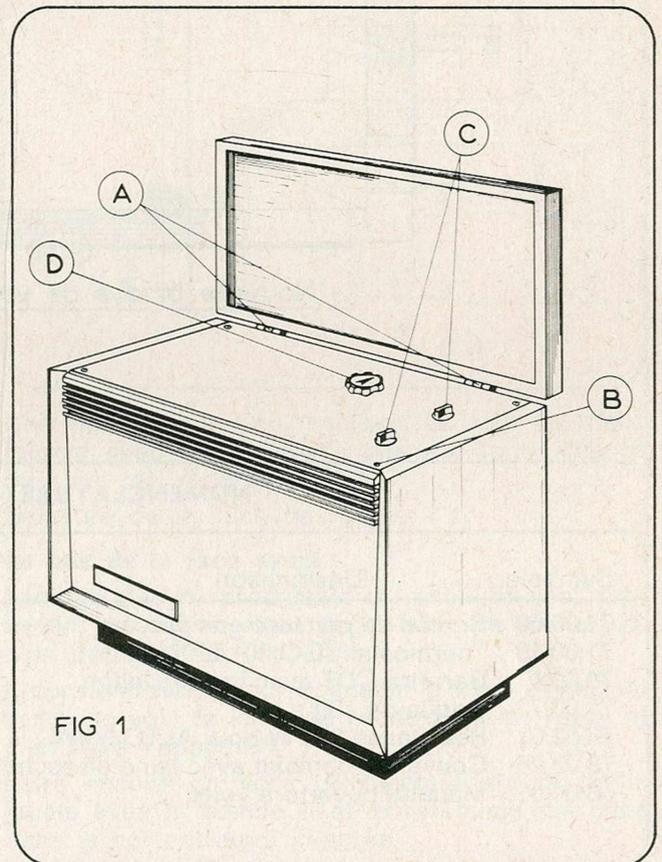

FIG 1
- Tirer le couvercle vers soi pour décrocher les charnières débroschables (fig. 1 - rep. A).
- Démontez les 2 manettes de commande du commutateur de charge et du thermostat (fig. 1 - rep. C).
- Démontez la molette d'ouverture de volet en la tirant vers le haut (fig. 1 - rep. D).
- Enlever le dessus de l'appareil (rep. 1 - fig. 1) en dévissant les 4 vis de fixation.
- Bloquer l'interrupteur sur la plaque support (rep. 2 - fig. 1), en respectant l'orientation de la fig. 1.
- Remonter le dessus (rep. 1 - fig. 1).
- Déboîter la plaque support (rep. 2 - fig. 1), qui reçoit le commutateur et le thermostat comme pour l'interrupteur.
- Démontez le dessus de l'appareil (rep. 1 - fig. 1 - page 40).